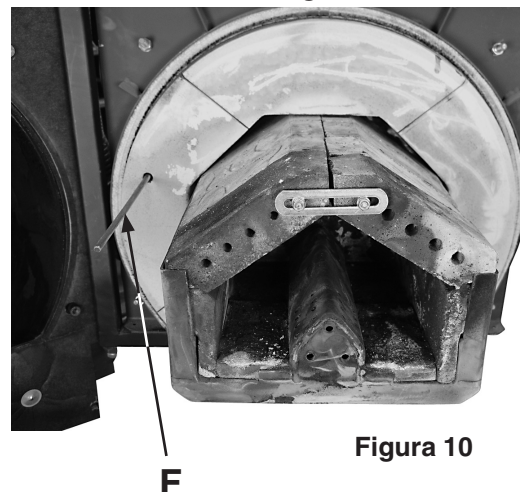

Figura 10
10. Aspirare con cura i residui nel bruciatore soprattutto nella zona posteriore (direttamente sotto la coclea d'inserimento); E' vietata la presenza di residui nei fori di ventilazione (Figura 10). Aspirare del bruciatore anche dall'alto. Rimuovere le ceneri dalla sonda della camera di combustione (F).